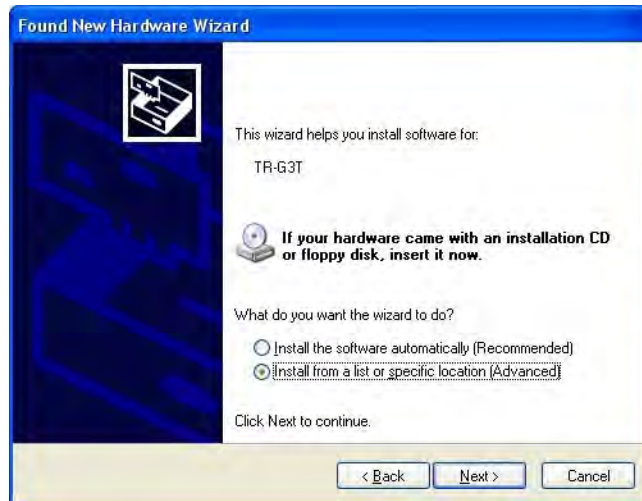

Рисунок 11. Мастер установки нового оборудования - Шаг 2
- Выберите папку с USB драйвером и нажмите *Next* (Рис. 11).